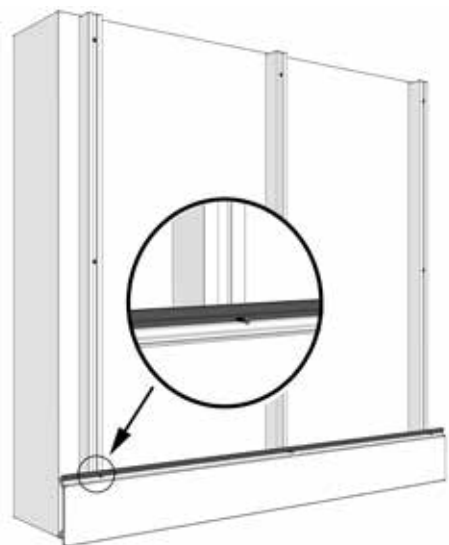

Figura 5
- ③ El tornillo debe fijar el borde superior del tablero de pared (ranura) como se muestra en la Figura 5: